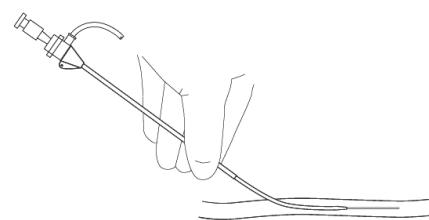

図 2
- (6) 血管造影用針のカニューラを無菌的に血管へ挿入する。
- (7) ガイドワイヤーの J チップを挿入のために真直ぐにしてガイドワイヤーイントロデューサーに滑り込ませる。針の所定の箇所を保持し、ガイドワイヤーを針に通し血管内に挿入する。慎重にガイドワイヤーを目的の位置に進める。
- (8) ガイドワイヤーの所定の箇所を保持し、針を引き抜く。次にダイレーターとイントロデューサーが血管内に挿入されるまで穿刺した部位を圧迫する。イントロデューサーが曲がらないように皮膚に近い部分をしっかりと保持しながら、イントロデューサーシステムをガイドワイヤーに沿って通過させ、廻しながら組織内に通し、血管内に挿入する。(図 2)